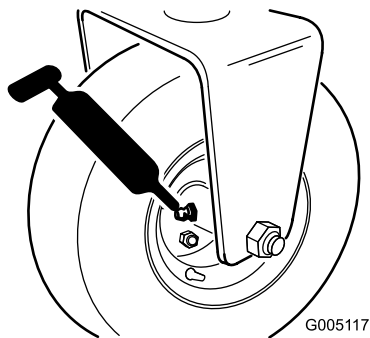

Figura 24
- Cuscinetto della ruota posteriore (1) (Figura 24)